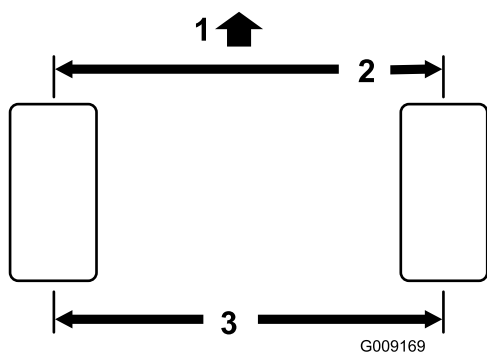

Figura 54
2. Misurate l'interasse (all'altezza dell'assale) sulla parte anteriore e posteriore dei pneumatici di sterzo (Figura 54). La misura rilevata deve essere di 0 ± 3 mm tra la parte anteriore e la parte posteriore del pneumatico. Ruotate il pneumatico di 90 gradi ed eseguite un'altra misurazione.